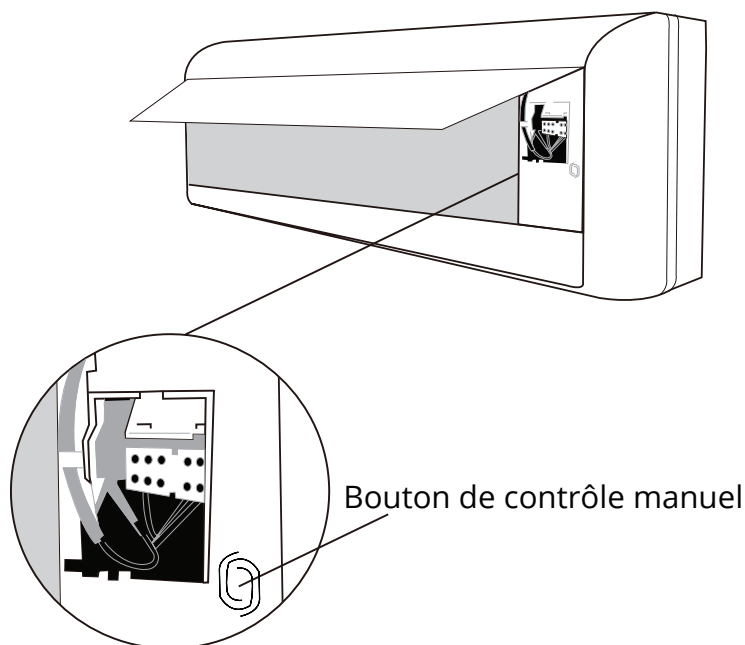

Fig. 10.1
2. Le bouton « MANUAL CONTROL » se trouve sur le côté droit de l'appareil. Appuyez deux fois sur cette touche pour sélectionner la fonction « COOL » (CLIMATISATION). Voir Fig.10.1. Appuyez 2 fois dessus pour sélectionner la fonction COOL.